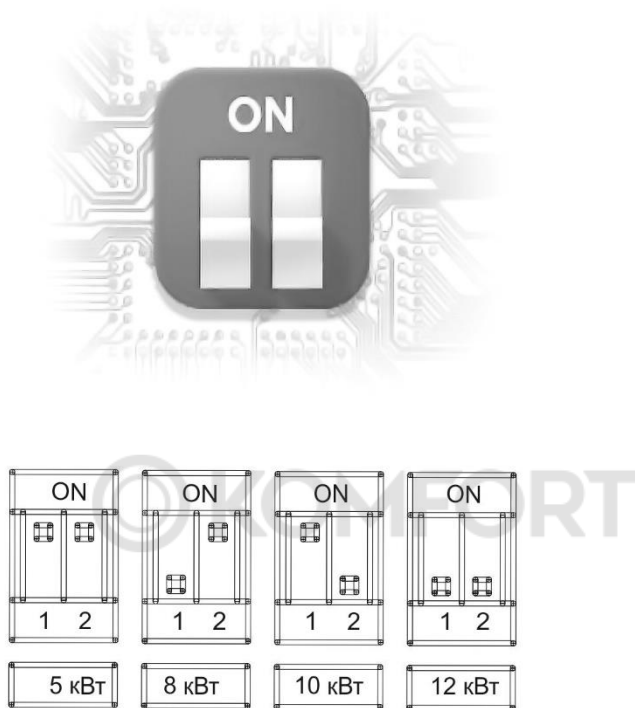
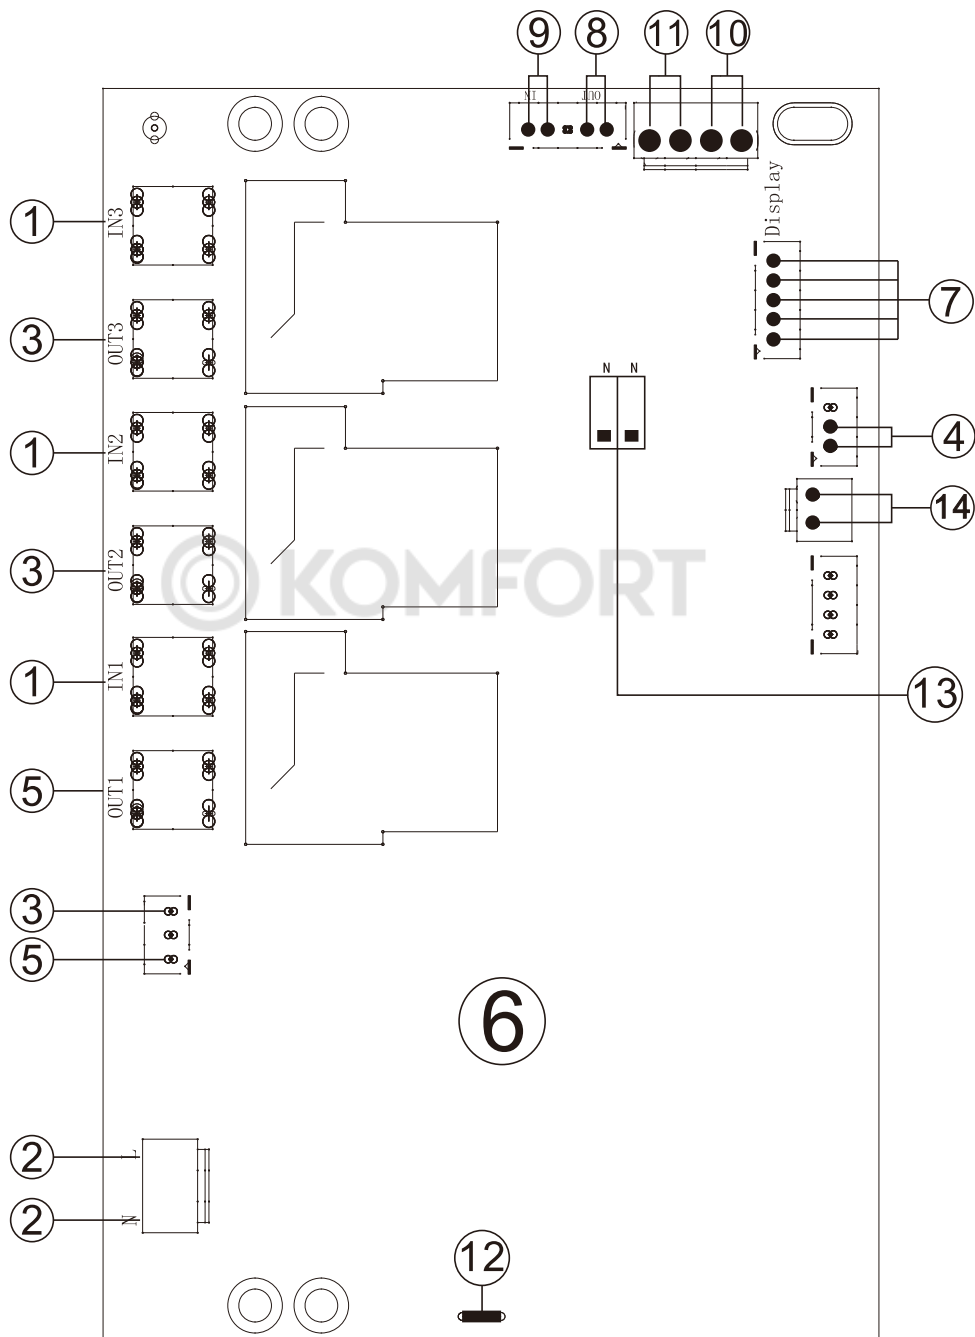

Рис. 9. Положение рычагов переключателя мощности.
Рис. 16. Электрическая схема основной платы управления
Переключатель мощности расположен на основной плате управления прибора (Рис. 16, элемент № 13 на схеме). Переключатель имеет красный цвет. В зависимости от положения рычагов на переключателе можно ограничить максимальную мощность котла (Рис. 9):
**Пояснение к Рис. 16**